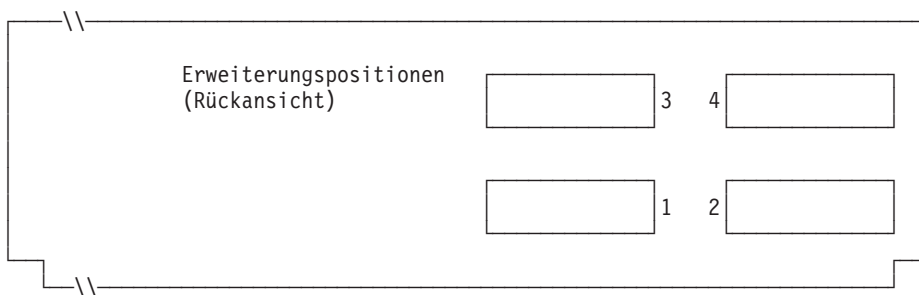

Abbildung 77. Rückseite der Kombination Handelscomputer/Datenkasse IBM 4693-5x1 oder IBM 4693-7x1
4. In Abb. 77 auf Seite 286 jede Erweiterungsposition, in der ein Dual-Asynchronadapter **zur Benutzung durch die Kassenprogramme** installiert ist, mit einem X kennzeichnen. Werden die Adapter nicht von Kassenanwendungen benutzt, keine Kennzeichnung vornehmen.